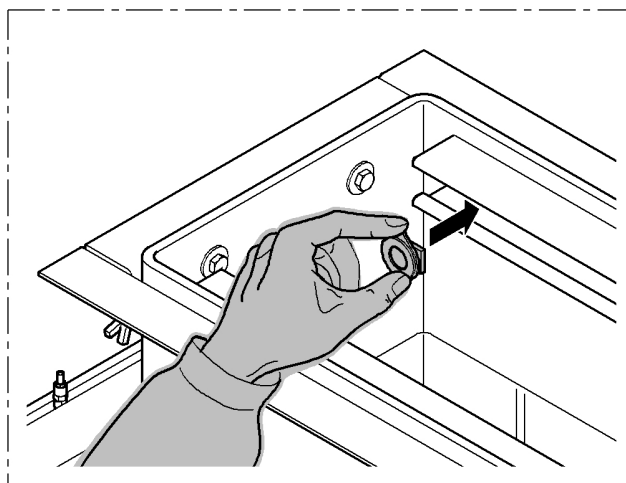

Fig. 6
- Inserir as porcas específicas nas guias posicionadas nos lados mais compridos do escoadouro e fazê-las correr ao longo das mesmas até a posição desejada. (Fig.6)